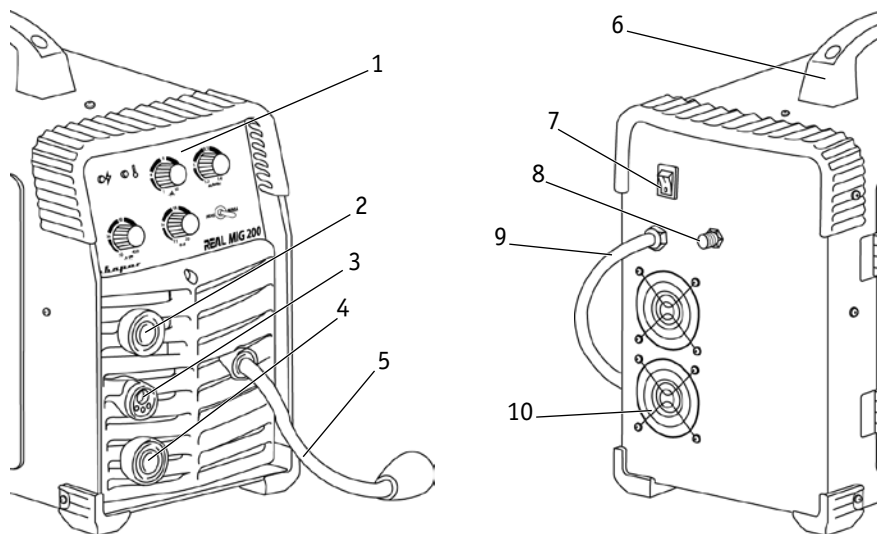

Рис. 6.1. Вид спереди и сзади.
2. Подсоедините газовый шланг к газовому разьему аппарата п. 2 (См. рис. 6.1 и рис 9.3) и к газовому редуктору, присоединенному к баллону. При подключении баллон и редуктор должны быть закрыты. Система газоснабжения, состоящая из газового баллона, редуктора и газового шланга должна иметь плотные соединения (используйте винтовые хомуты), чтобы обеспечить надежную подачу газа и защиту сварочного шва.